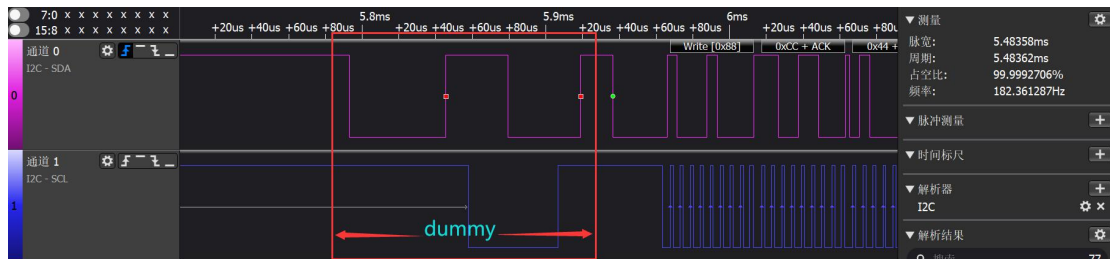

图 3: 基于软件 I2C 的 dummy 序列波形图
(2) 在正式发送 I2C 指令前，循环 5 次执行图 3 所示的 dummy 序列，具体代码见图 4。请注意，在 dummy 序列期间，SDA 首次拉低的时间长度需要依照表 1 来配置。